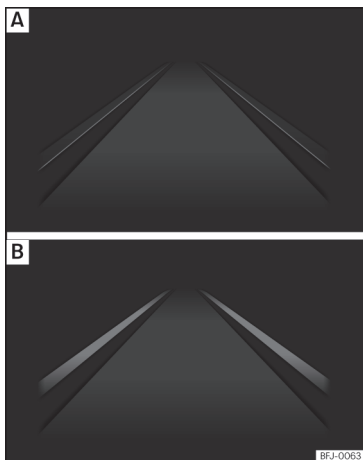

Fig. 271 Sur l'écran du combiné d'instruments : indication sur l'écran de l'assistant de maintien de voie (exemple 1).
- **fig. 271 [A]** : l'assistant est activé, mais indisponible car la vitesse minimale n'a pas été atteinte ou car il ne détecte pas les lignes des voies.
- **fig. 271 [B]** : l'assistant est activé et disponible et détecte les deux lignes de la voie. Il n'est pas en train de corriger la trajectoire.